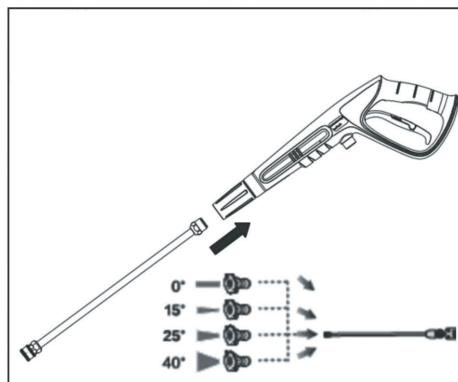
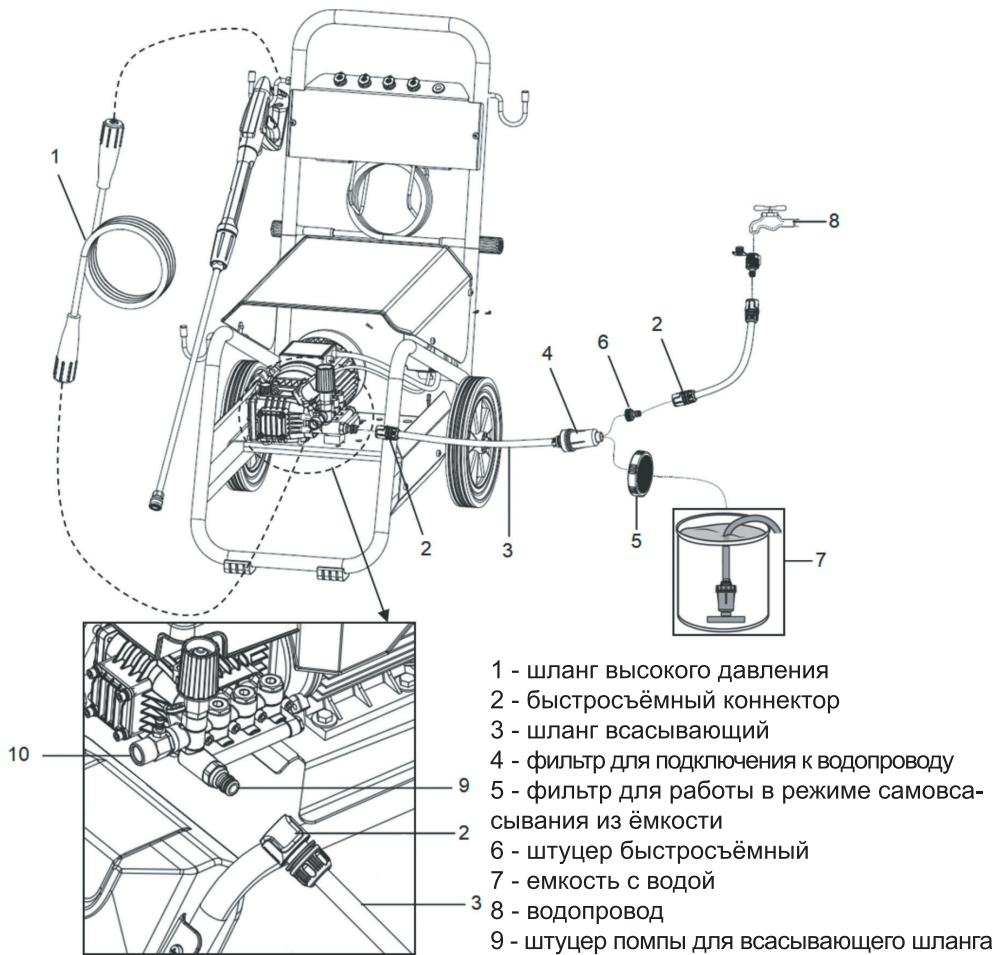

Рис. 8
Рис. 9
6. Установите на пистолет распылительную насадку и форсунку (рис. 8). В комплекте с моделями HPW 3500 и HPW 7500-3 мойкой поставляется 4 распылительных форсунки, различающиеся углом распыления (0°, 15°, 25°, 40°) (рис. 9). В комплекте с моделью HPW 2500 поставляется 5 форсунок, одна из которых предназначена для работы с моющим средством из встроенного бачка.
7. Подключите всасывающий шланг и шланг высокого давления (в/д) к мойке (рис. 9).
Фильтр 4 (рис. 9) используется при подключении мойки к центральному водопроводу. Если вода будет забираться из емкости в режиме самовсасывания необходимо открутить штуцер (6) и вместо него установить фильтр (5).